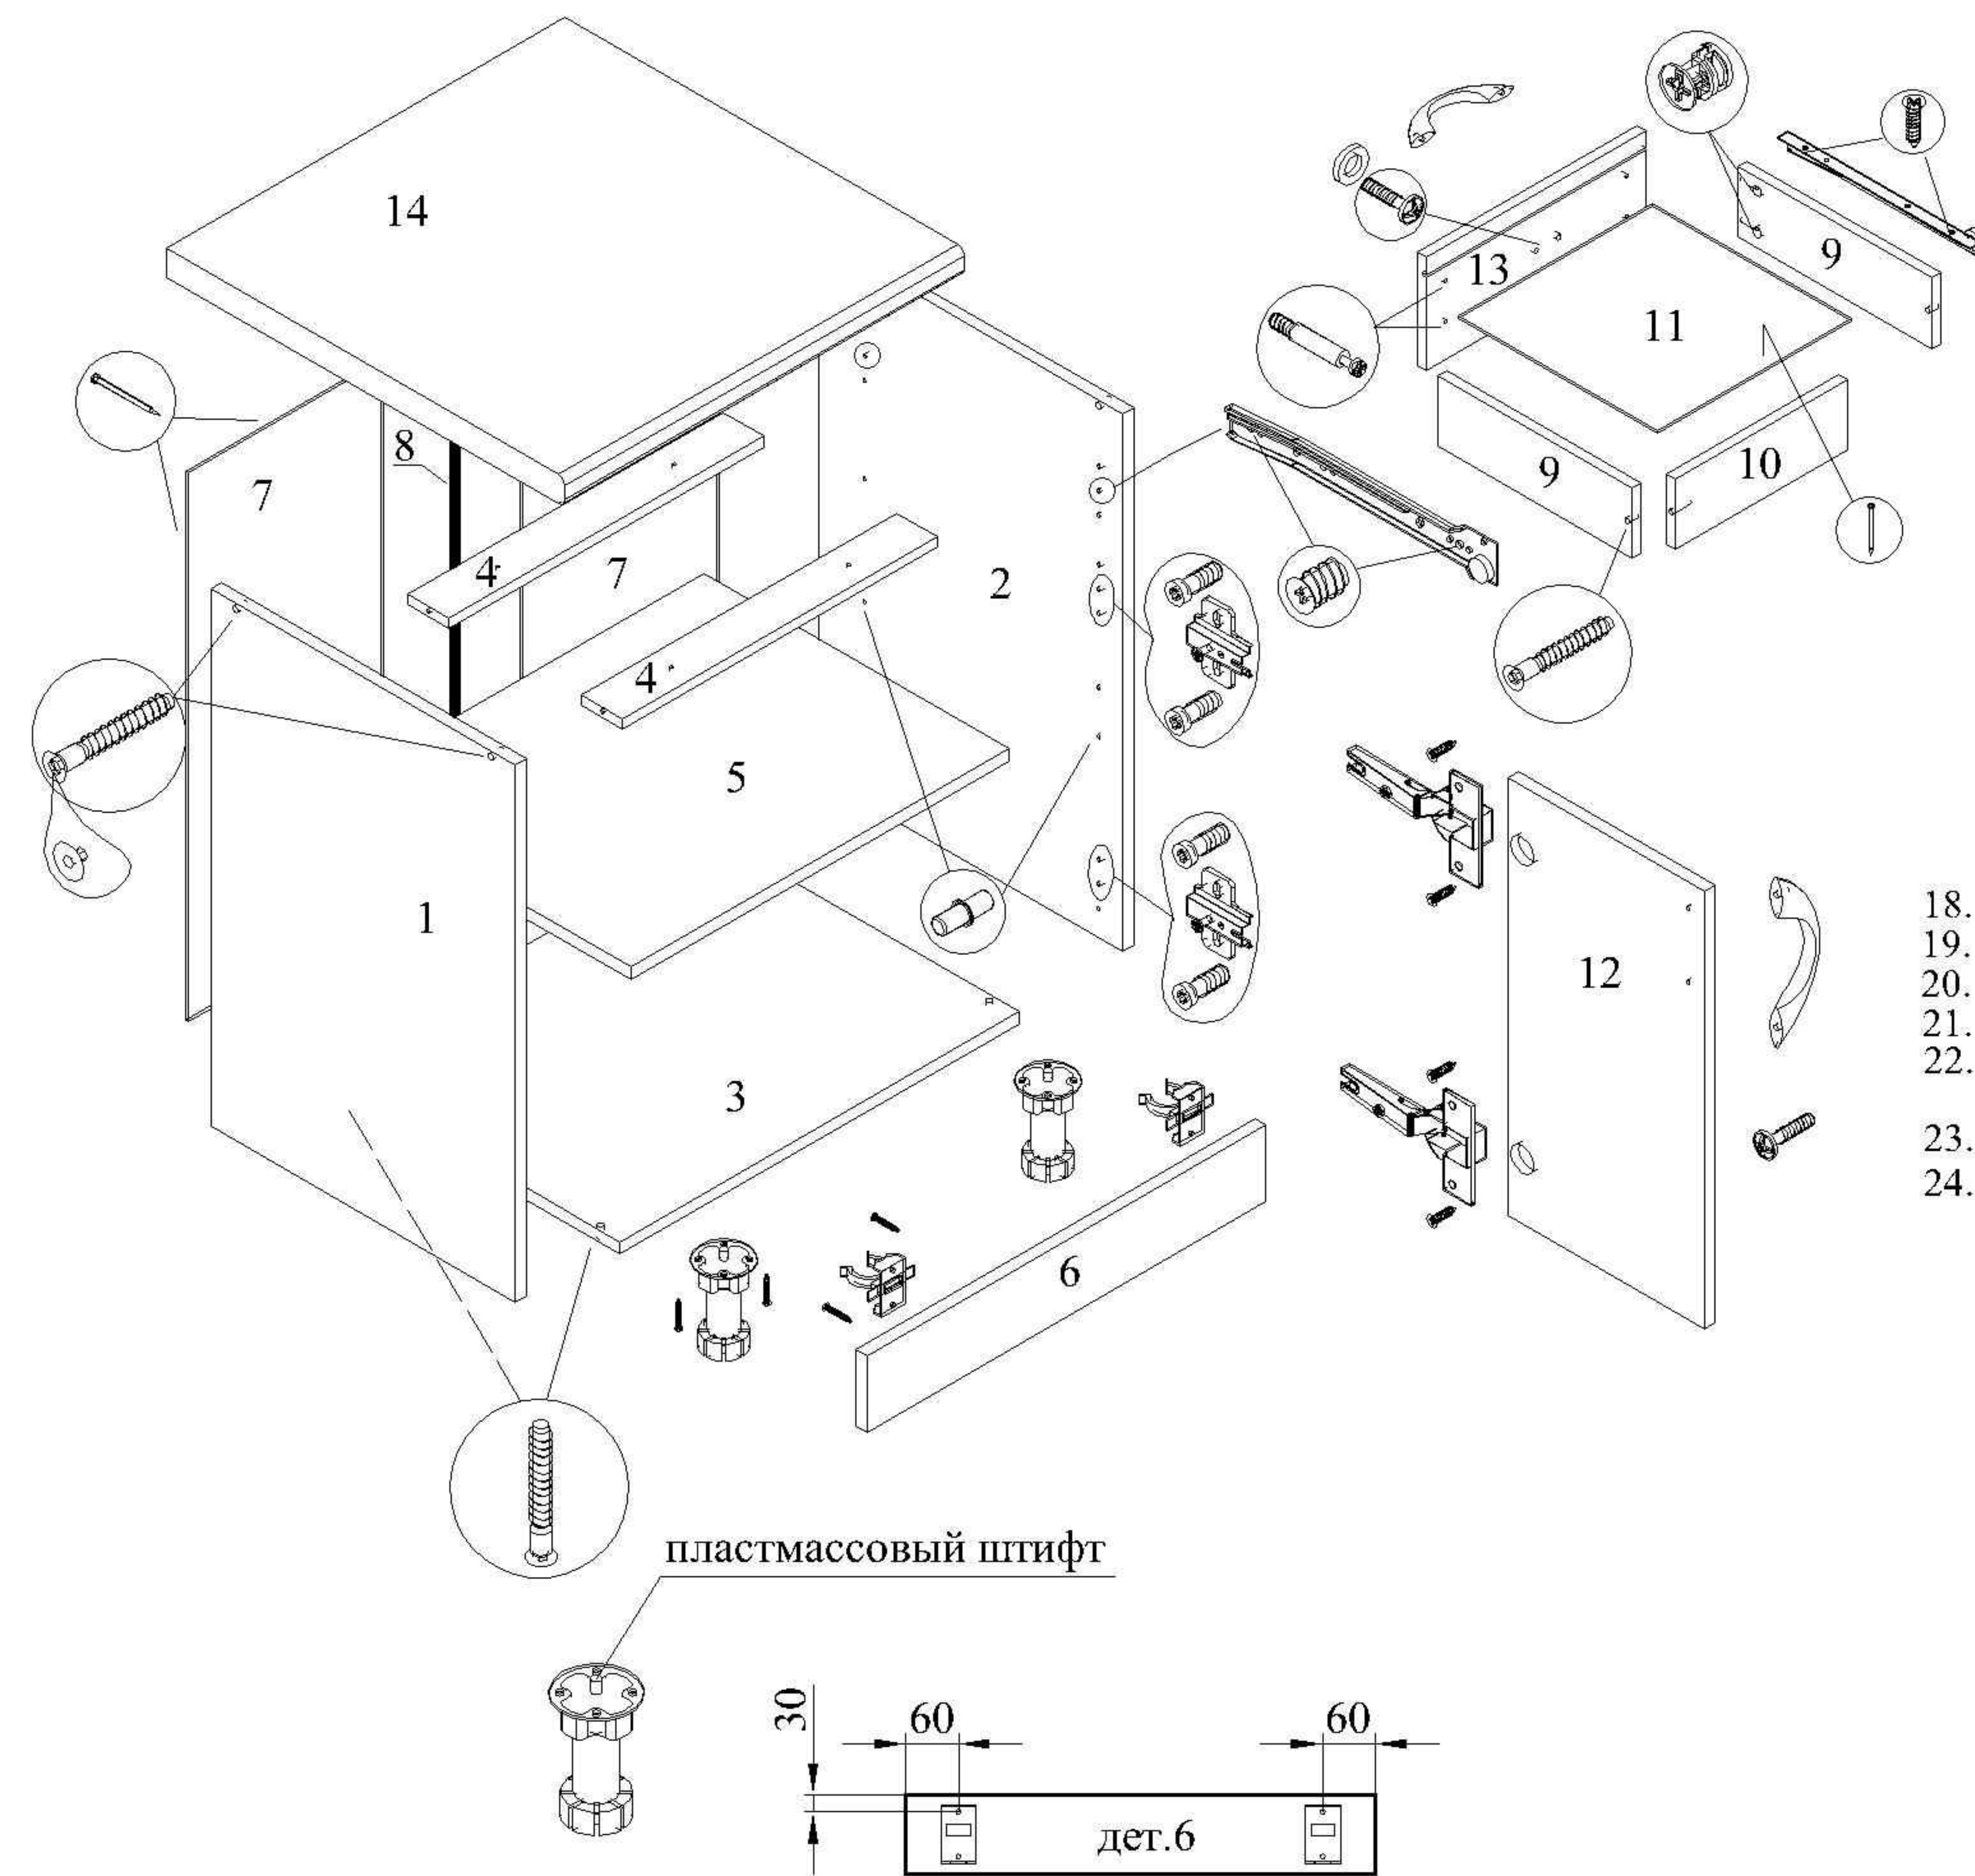

Рис.1
6. Крепить клипсы к дет.6 с помощью шурупов 3.5x16. Места крепления указаны на рис.1.